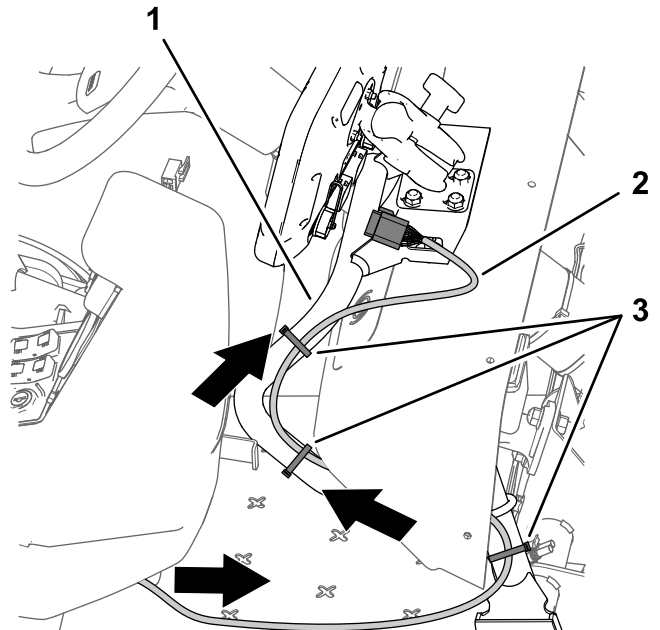

Рисунок 207
1. Проложите ответвление жгута проводов передачи данных (жгута проводов с 26-гнездовым разъемом) длиной 220 см вперед и под приборной панелью (Рисунок 207).
2. Проложите ответвление жгута проводов передачи данных длиной 220 см вдоль опорной трубы монитора (Рисунок 207).
4. Ответвление жгута проводов передачи данных длиной 220 см должно провисать так, чтобы оператор опрыскивателя смог отрегулировать положение монитора и прикрепить жгут проводов к опорной трубе монитора с помощью кабельных стяжек, как показано на Рисунок 207.